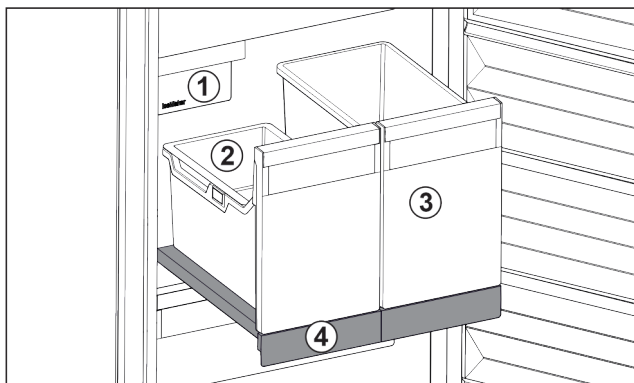

Fig. 103 Uitschuifplateau met IceTower
Op het uitschuifplateau bevinden zich twee hoge bakken (IceTower). In de bak Fig. 103 (2) worden ijsblokjes uit de IceMaker verzameld en bewaard. Bak Fig. 103 (3) is geschikt voor het bewaren van hoge levensmiddelen zoals pizza's of alcoholische dranken.